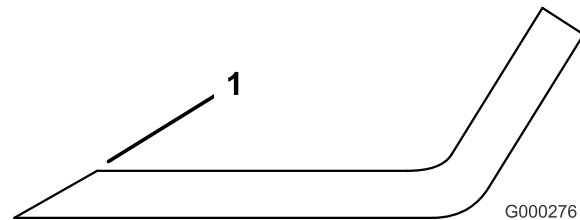

Bild 81
1. Schärfen Sie die Schnittkante an beiden Enden des Schnittmessers mit einer Feile (Bild 81). Behalten Sie